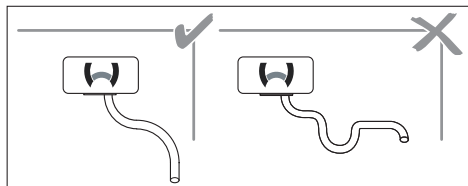

Рис. 18: Не допускайте образования сифона (опасность скопления конденсата)
- ▶ Прокладывайте выпускной трубопровод от отопителя с постоянным наклоном вниз, чтобы мог стекать конденсат. См. Рис. 18.